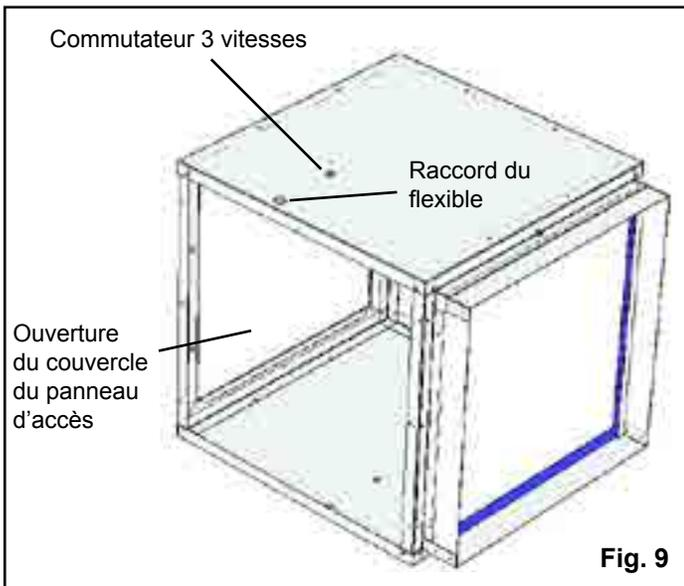

Fig. 9
- Ouvrez les deux alvéoles défonçables en haut de l'enceinte, et installez le raccord du flexible et le commutateur. Fig. 9.